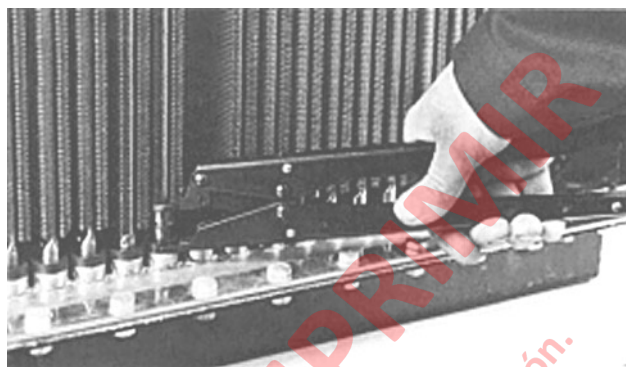

FIGURA 3-7. HERRAMIENTA DE MONTAJE (VJ6567)
2. Después de soltar el tubo, Coloque la herramienta de montaje (VJ6567) en la parte inferior del tubo a desmontar. Vea la Figura 3-7. La mandíbula superior de la herramienta de montaje debe ubicarse justo bajo la sección rectangular del tubo. La mandíbula inferior debe descansar en el sello. Apriete la herramienta de montaje lo suficiente como para permitir que la parte inferior del tubo salga del sello.